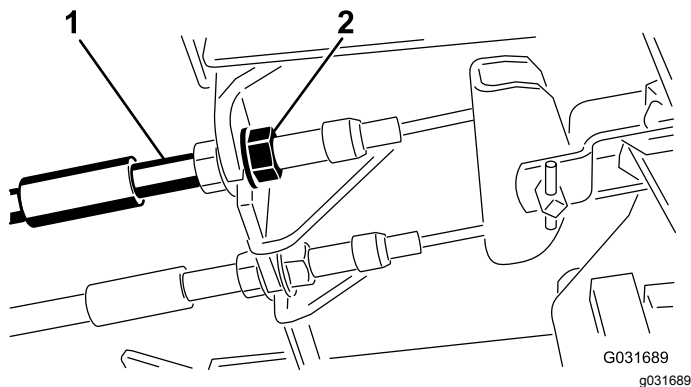

図 71
1. 遊びを減らすブレーキを締めるには、ブレーキケーブルのねじ山の前ナットをゆるめ、後ろのナットを締める図 71。